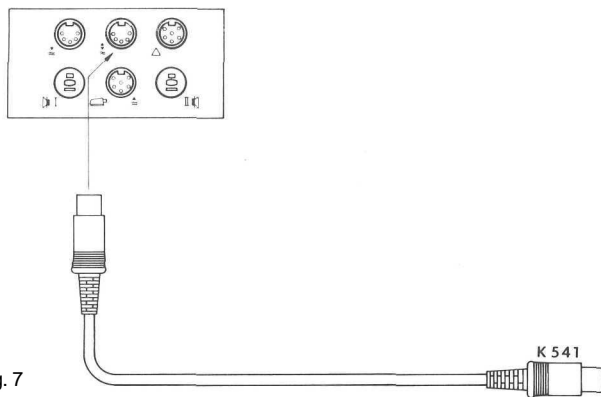

Fig. 7
La figure 7 montre sous une forme schematique le raccordement du magnetophone sur un amplificateur HiFi à prises Standard DIN pour les opérations d'enregistrement et de reproduction. Toutes les autres sources sonores, p.ex. récepteur radio, tourne-disques, etc. sont branchées sur les entrees respectives de l'amplificateur qui est lui-même relié avec la prise «Radio/Phono I» du magnetophone, par l'intermédiaire du câble de connexion Stereo K 541. Il est ainsi possible de procéder à un enregistrement avec toutes les sources sonores branchées sur l'amplificateur, au cours de leur reproduction par la chame HiFi. La touche «MICRO» (T) ne doit pas être enfoncée.